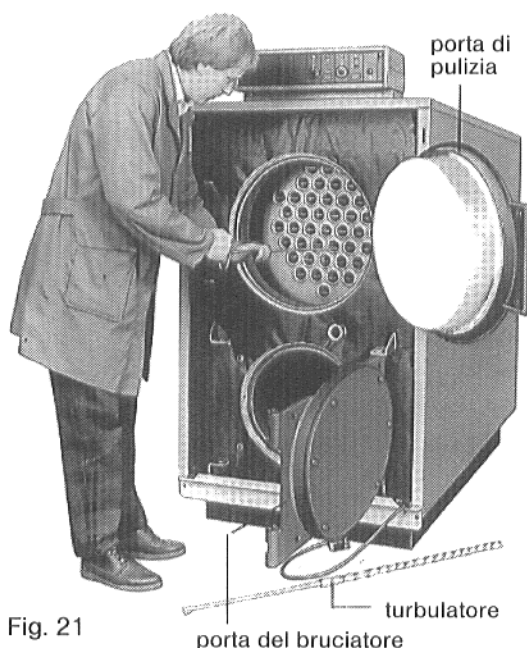

Fig. 21
2. Svitare le viti M 10 della porta per la pulizia ed aprire la porta per la pulizia (Fig. 21).
4. Spazzolare per bene con spazzole speciali le superfici per postriscaldamento (Fig. 21).
7. Svitare le viti M 10 dalla porta del bruciatore ed aprire la porta del bruciatore (Fig. 21).